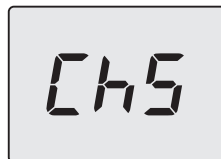

Figura 9.22
- Desplace los menús pulsando los botones 13 (atrás) o 15 (adelante) hasta que aparezca en el display LCD el mensaje **Ch5** (Figura 9.22) que indica el menú "Deshollinador".